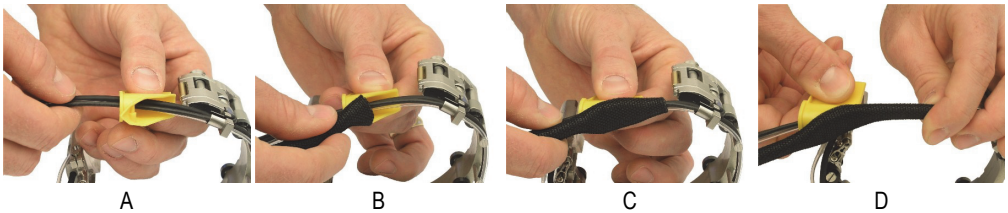

Figure 2-2 Installation de la gaine protectrice
2. À l'aide de l'outil d'installation de câblage jaune, insérez la gaine protectrice sur les câbles et le tube de la façon suivante (voir la Figure 2-2 à la page 35) :